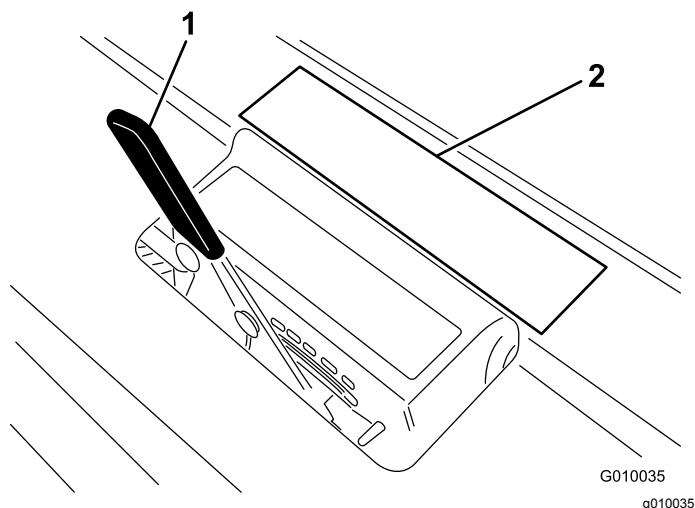

Figure 18
3. Placez le louchet sur l'autocollant de profondeur d'aération (Figure 18), une extrémité en face de la profondeur voulue (voir le modèle de louchet sur l'autocollant).